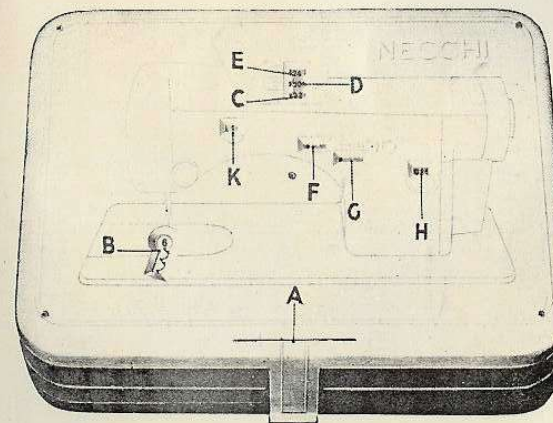

Fig. 65
- Bring desired pattern in correspondence with window « B » by turning knurled dial « A » (Fig. 65).